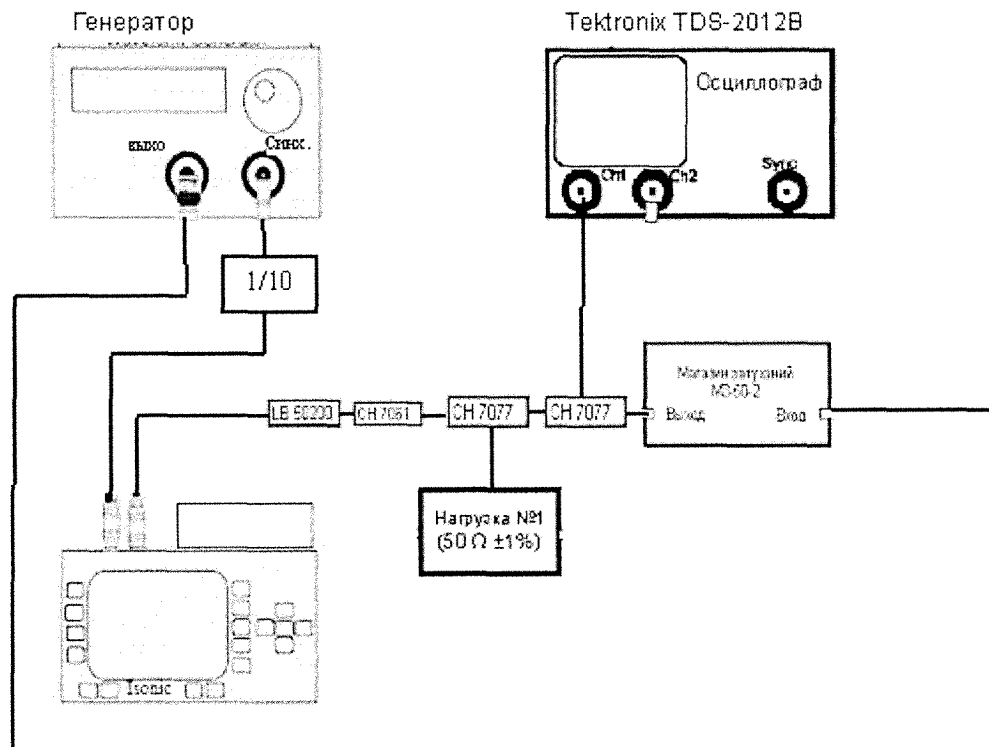

Рис. 9
6.3.4.1. Выполнить соединения по схеме рис.9.